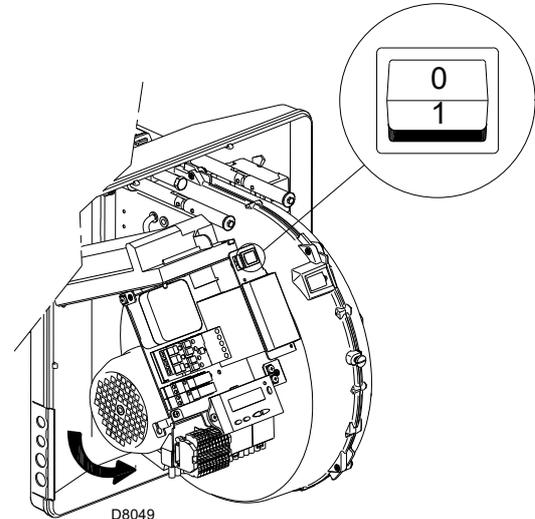

Abb. 31
Schließen Sie die Thermostate/Druckwächter und bringen Sie den Schalter in Abb. 31 in Position "1".
Stellen Sie sich, sobald der Brenner startet, vor dem Kühlgebläse des Gebläsemotors auf und prüfen Sie, ob sich dieses entgegen dem Uhrzeigersinn dreht. Siehe Abb. 31.
- Stellen Sie den Schalter von Abb. 31 in Position "0" und warten Sie ab, dass das Steuergerät die Abschaltphase ausführt;
Der Brenner befindet sich im Wartestatus bei Wärmeanfrage oder der Wahlschalter "0-1" (Abb. 31 auf Seite 31) steht auf Position "0".